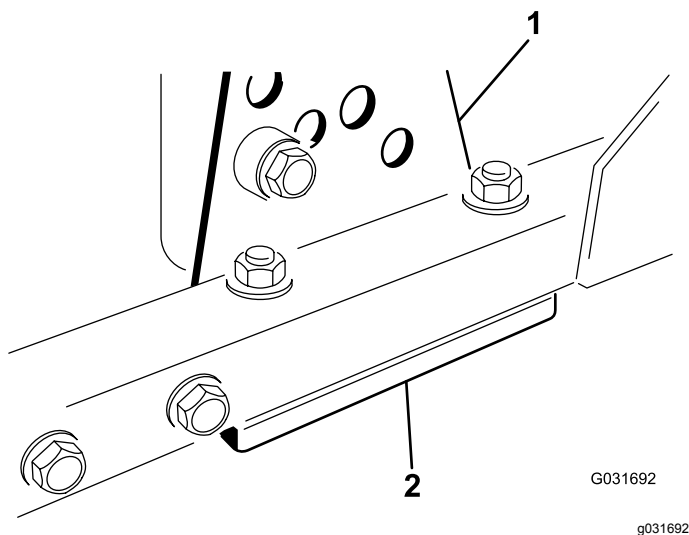

Figure 82
1. Retirez le support de hauteur de coupe (avant, gauche ou droit) du cadre du plateau de coupe (Figure 82).
2. Placez des cales de 1,5 mm et/ou une cale de 0,7 mm entre le cadre et le support du plateau pour obtenir la hauteur de coupe voulue (Figure 82).